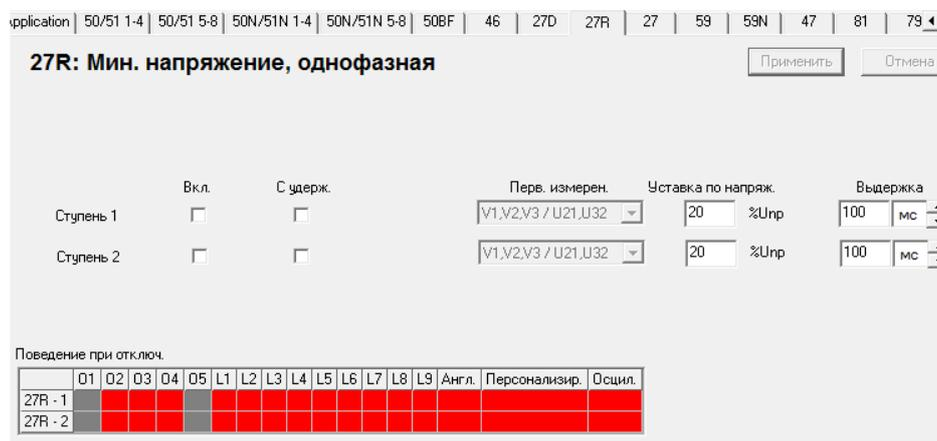

Рис. 5.23. Окно настройки однофазной защиты минимального напряжения
- Кроме защиты минимального напряжения также содержит дополнительные функции защиты минимального напряжения однофазного исполнения – 27R (рис. 5.23).